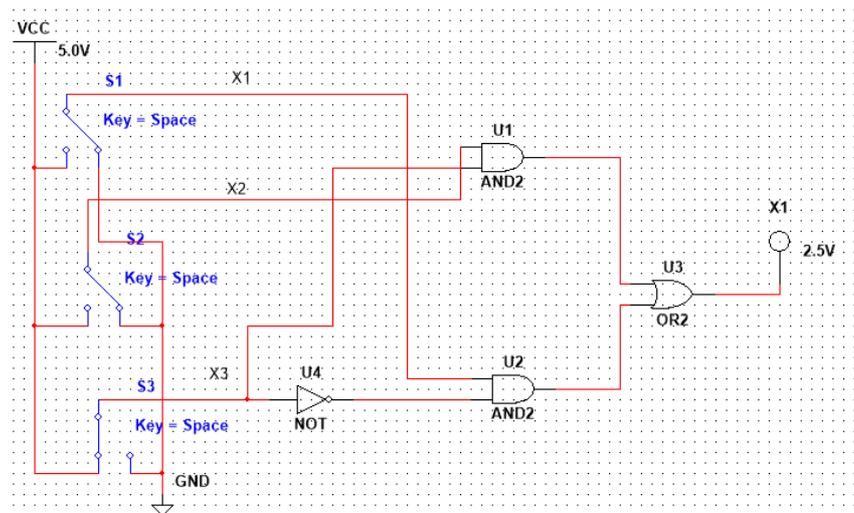

Рисунок 2 - Комбинационная схема
2. Собрать схему согласно рис.2 и составить таблицу истинности экспериментальным путем. Записать переключательную функцию в виде СКНФ и СДНФ по таблице истинности.